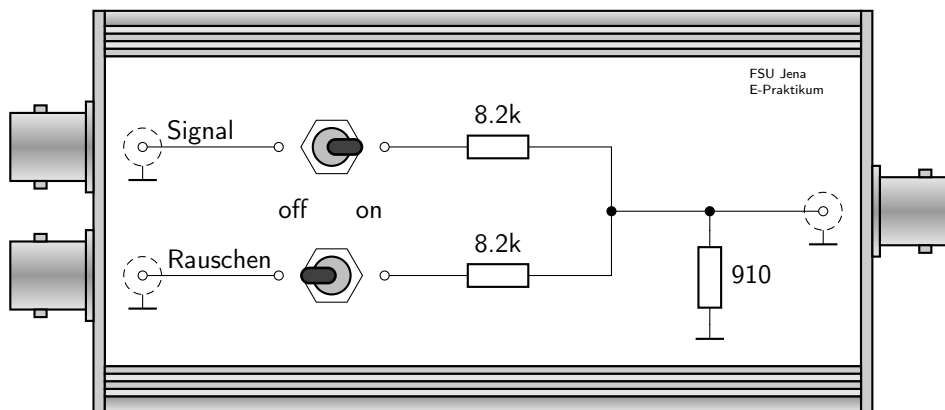

Abbildung 5: Mischerbox zur Addition zweier Signale (hier „Signal“ und „Rauschen“ genannt).
- ☞ Mithilfe der Mischerbox (Abb. 5) lassen sich ein Signal sowie Rauschen miteinander mischen. Verwenden Sie für das Signal ($f = 100$ Hz, $U = 1$ V) den Hameg Frequenzgenerator HM8030 und für das Rauschen den Agilent Funktionsgenerator 33210A (Noise: $10 V_{pp}$).